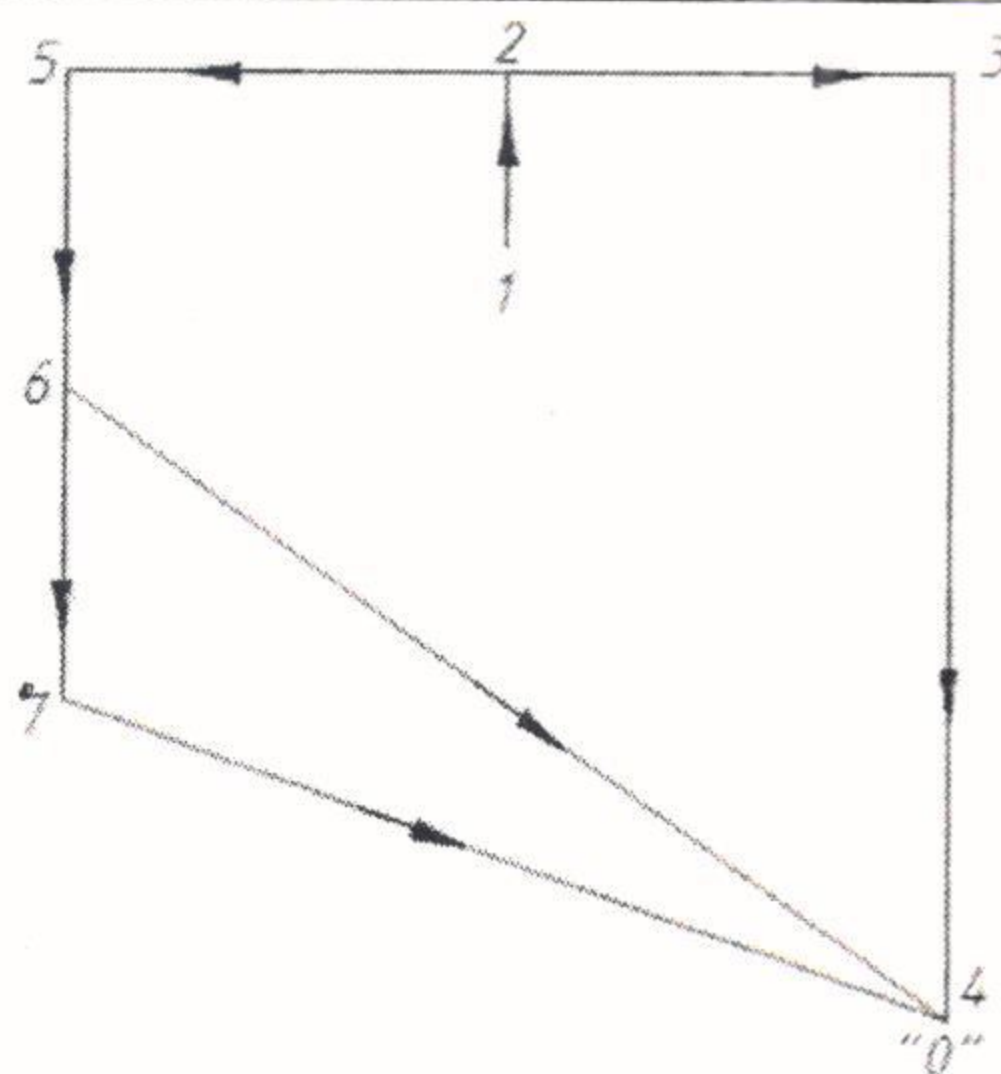

Рисунок 1
2. Определите расход газа (путевой, эквивалентный, транзитный, расчетный) на участках кольцевой сети (рис. 1), если (табл. 2): этажность застройки на территории газоснабжения 2, 6 этажей; расход газа через пункт редуцирования $Q_{\text{прг}}=3650 \text{ м}^3/\text{ч}$.